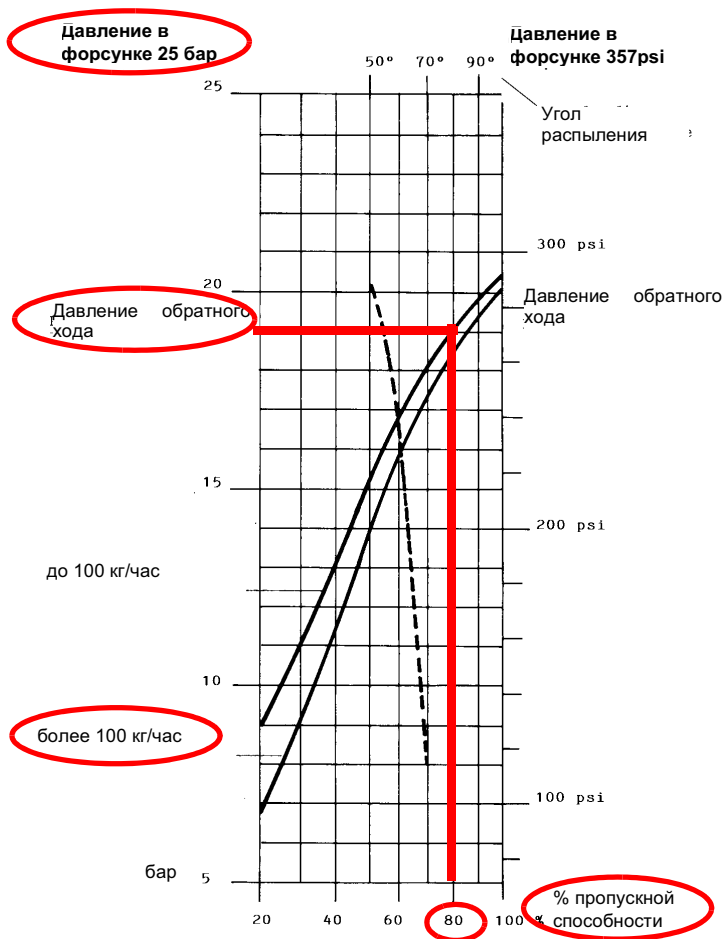
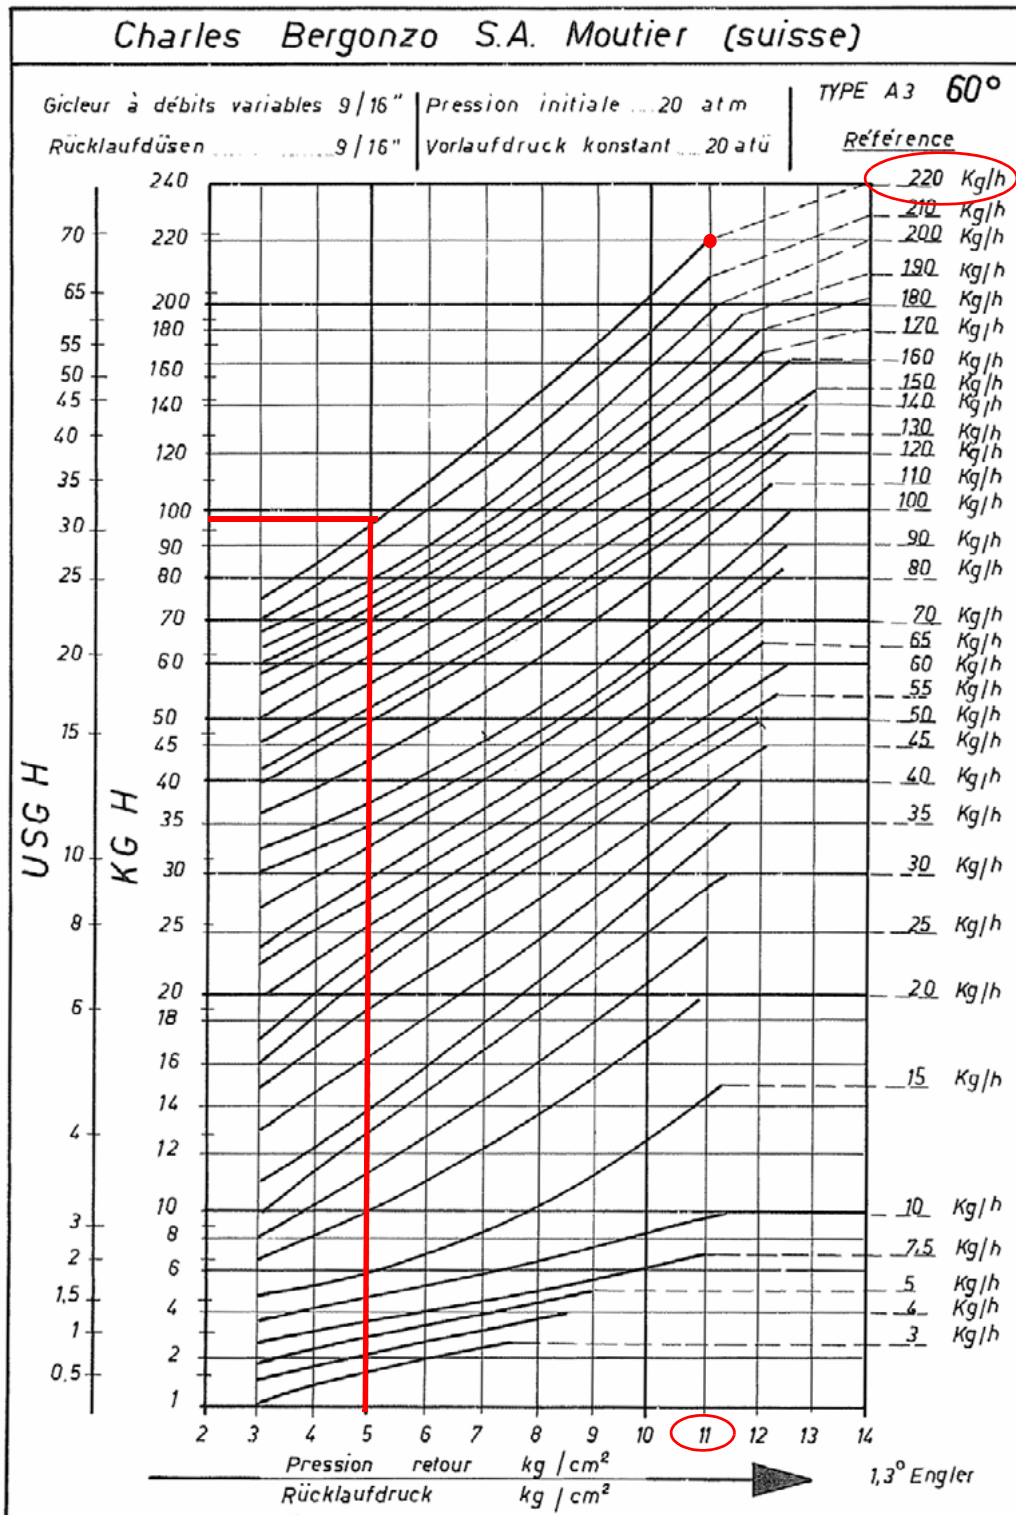
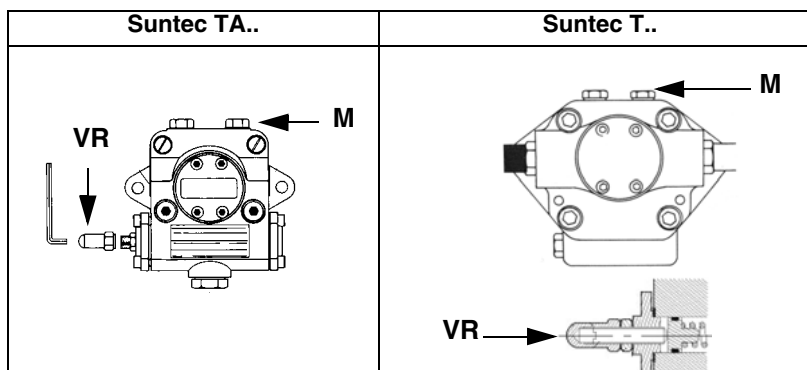
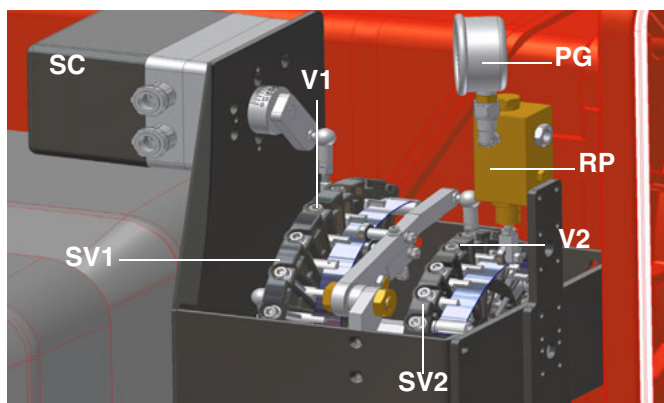

Рис. 22
Рис. 23
Рис. 24
Рис. 25
Расход дизельного топлива регулируется за счет выбора форсунки (противопоточного типа), соответствующего мощности котла и типу применения размера, а также регулировки давления на прямом и обратном ходе жидкого топлива, согласно данных, указанных в таблице и на графике на Рис. 22 (для считывания давления - читайте последующие параграфы).
Пример (Fluidics): 80% номинального расхода на форсунке можно получить, если установлены форсунки с расходом более 100 кг/час, при давлении на обратном ходе примерно равном 18 бар (см. график на Рис. 22).
Пример (Bergonzo): если горелка укомплектована форсункой, с расходом, равным 220 кг/час, то максимальное давление обратного хода топлива регулируется примерно на 11 бар, имея на подаче давление в 20 бар: при таких условиях достигается расход в 220 кг/час. Если же необходимо на обратном ходе иметь давление, равное 5 барам, то нужно воздействовать на регулировочный винт регулятора давления (см. Рис. 23).
- 3 выпустить воздух со штуцера (M) манометра насоса (Рис. 24), расслабив слегка заглушку, но не снимая ее; затем отпустить контактор;
- 9 Давление питания форсунки уже отрегулировано заранее на заводе-изготовителе и не должно изменяться. Только в случае необходимости, отрегулировать давление питания (см. соответствующий параграф) следующим образом: установить манометр в положение, указанное на Рис. 25, воздействовать на регулировочный винт VR насоса (см. Рис. 24 и на стр 22) до получения на форсунке давления в 20 или 25 бар (форсунки Bergonzo или Fluidics - см. графики на Рис. 23-Рис. 22)
- 13 Сместить кулачок “малое пламя на мазутном топливе” в сторону минимальной мощности, с тем, чтобы сервопривод начал закрываться, до тех пор, пока два подшипничка не совместятся с регулировочным винтом, относящимся к самой низкой точке: закручивать винт **V2** для увеличения расхода, откручивать - для уменьшения, с целью получения значения давления, как на графике на Рис.22/23, на основании требуемого расхода.
- 3 выпустить воздух со штуцера (**M**) манометра насоса (Рис. 24), расслабив слегка заглушку, но не снимая ее; затем отпустить контактор;
Давление питания форсунки уже отрегулировано заранее на заводе-изготовителе и не должно изменяться. Только в случае необходимости, отрегулировать давление питания (см. соответствующий параграф) следующим образом: установить манометр в положение, указанное на Рис. 27, воздействовать на регулировочный винт **VR** насоса (см. Рис. 24 и на стр 22) до получения на форсунке давления в 20 или 25 бар (форсунки Vergonzo или Fluidics - см. график на Рис. 23- Рис. 22);